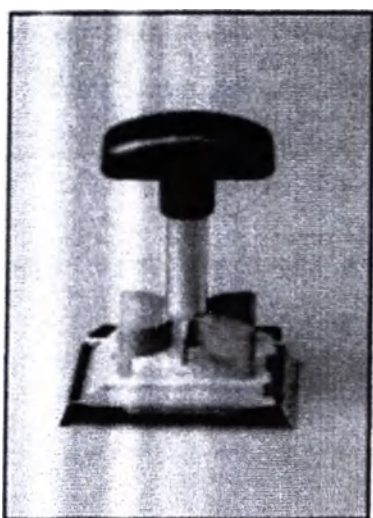

Рисунок 11
3. Используйте трамбовщик для кассет для того, чтобы протолкнуть кассету через держатель. Держите трамбовщик в тепле, чтобы предотвратить затвердение парафина. (Рисунок 11).